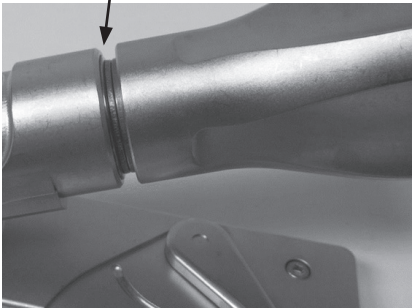

Abbildung 6 – Beispiel geschlossener Kompressions-Unterlegscheiben
3. Positionieren Sie das Zubehörteil nach Bedarf. Drehen Sie den Hauptgriff im Uhrzeigersinn, bis sich die Lücke zwischen den Kompressions-Unterlegscheiben schließt, wie in Abbildung 6 dargestellt. Das Schließen der Lücke zwischen den Scheiben zeigt an, dass die empfohlene Kabelspannung erreicht wurde, wie in der nachfolgenden Abbildung dargestellt.